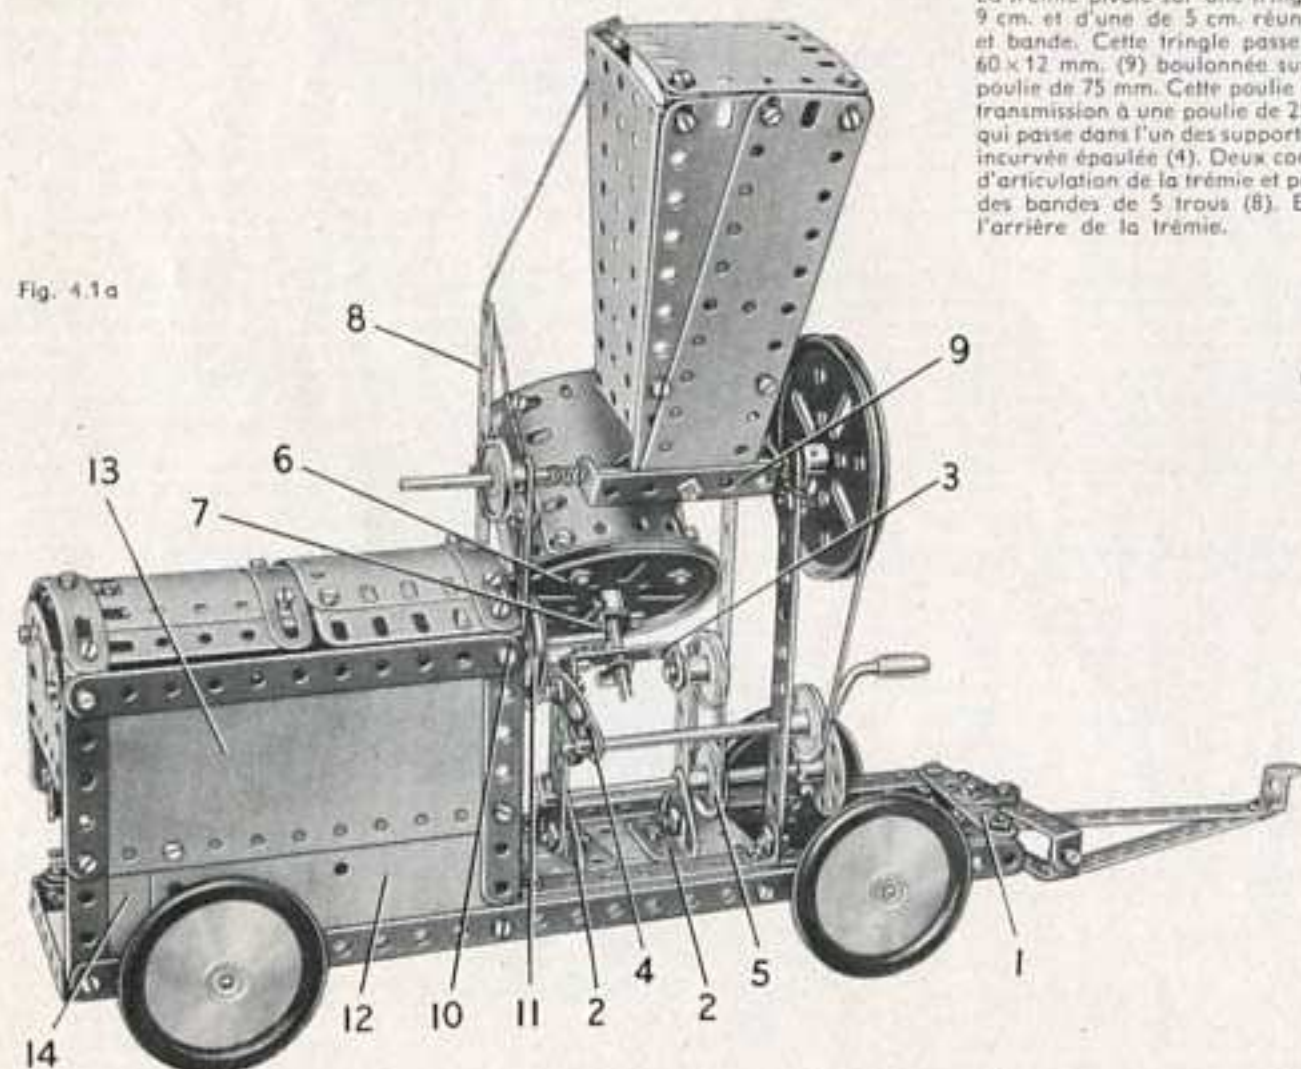

Fig. 4.1a
Les supports de la trémie de chargement sont quatre bandes de 11 trous fixées sur des équerres boulonnées au châssis et reliées à leur sommet par des bandes incurvées épaulées. Deux des bandes de 11 trous sont prolongées par des bandes de 5 trous (8). Les côtés de la trémie sont des plaques-secteur à rebords qui sont boulonnées sur des plaques flexibles de 14x4 cm. disposées comme le montre la figure 4-1a. L'arrière de la trémie est une plaque flexible de 6x6 cm. fixée par des équerres.